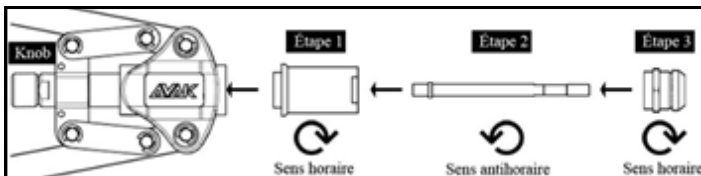

Figure 2: Installation des accessoires pour les écrous / goujons à sertir
2. Installez les accessoires, comme illustré dans la Figure 2. Fixez les accessoires avec la rotation appropriée comme indiqué sous chacune des accessoires. Serrez la poignée lorsque vous sécurisez le mandrin.